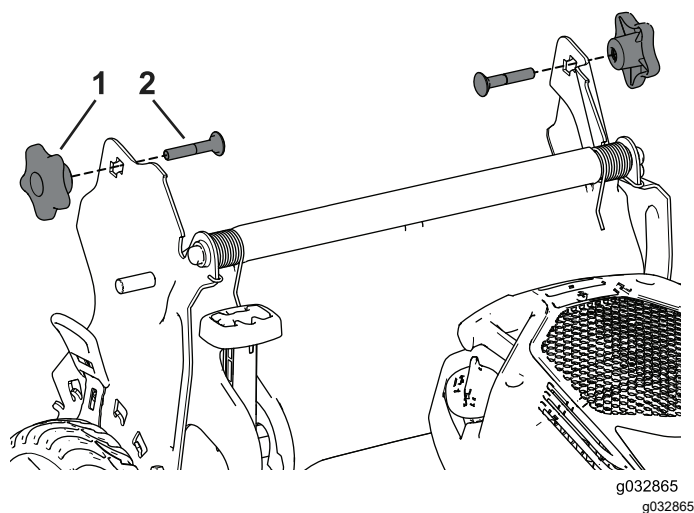

Figure 28
3. Insérez le boulon de carrosserie (la tête du boulon vers l'intérieur) dans le support de la poignée et dans le trou supérieur à l'extrémité de la poignée. Vérifiez que les bords carrés de chaque boulon de carrosserie s'engagent dans le trou carré supérieur ou inférieur du support de poignée correspondant (Figure 28).